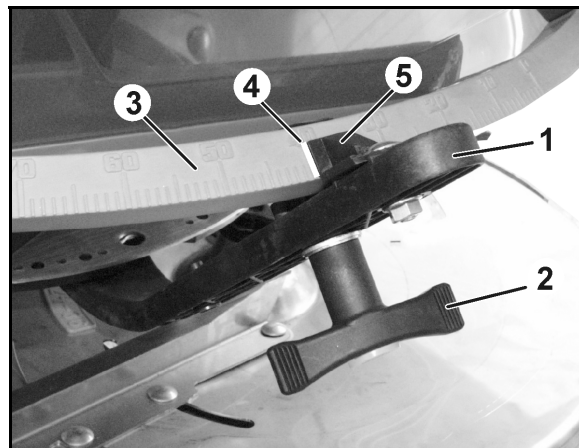

図 53
2. 蝶ナット (図 53/2) を外します。
3. 必要なシャッター位置を目盛り (図 53/3) で探します。
4. 設定レバー表示器 (図 53/5) の読み取りエッジ (図 53/4) を目盛りの値に設定します。
5. 蝶ナット (図 53/2) を再び締め付けます。